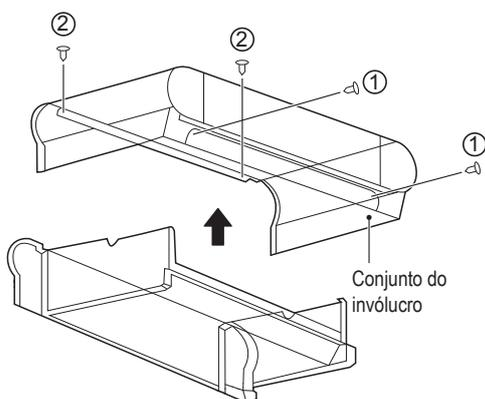

Figura 4-4 Remoção do invólucro
- Como mostrado na Figura 4-4, remova os parafusos ① \*2 e ② \*2 e, em seguida, o invólucro.